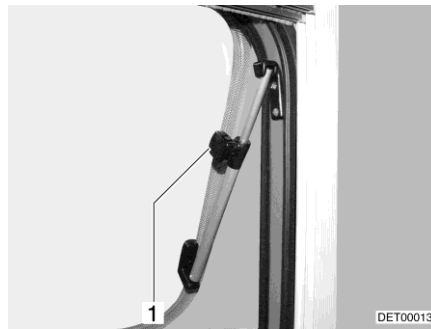

Fig. 123 Claraboya con soportes giratorios, abierta
- Abrir la claraboya hasta la posición deseada y fijarla con el botón moleteado (Fig. 123,1).
- Girar el botón moleteado (Fig. 123,1) hasta que se libere el bloqueo.